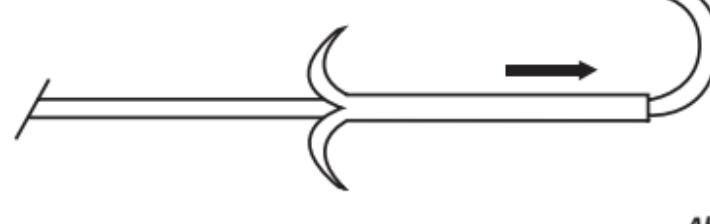

Abb. 1
- a) Die Peel-Away Einführhilfe vorschieben, um die Katheterspitze aufzurichten. (Abb. 1)